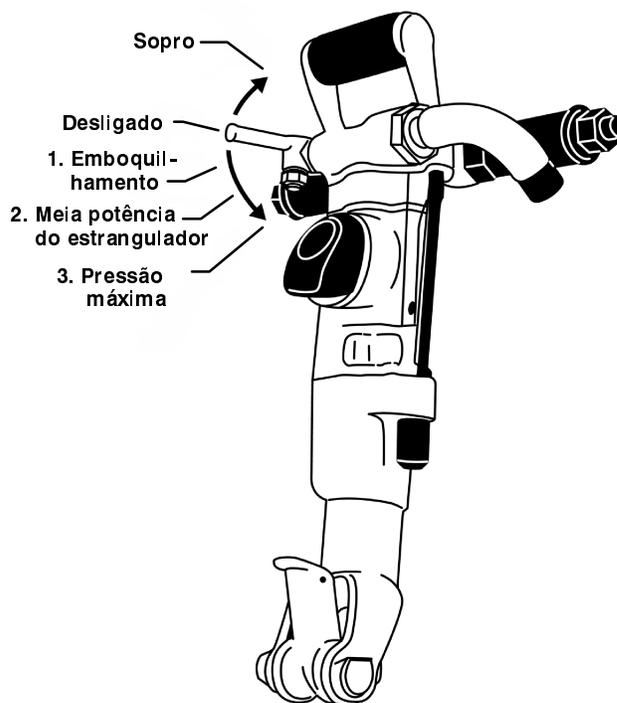

Figura 1.
- O martelo de perfuração é controlado ao mover a alavanca como é mostrado na Figura 1.